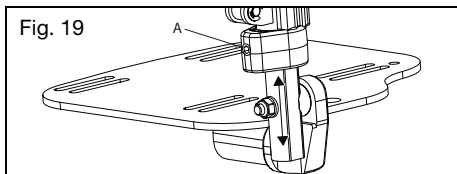

Fig. 19
- a. Afloje el tornillo prisionero (Fig. 19:A) con una llave Allen de 4 mm.